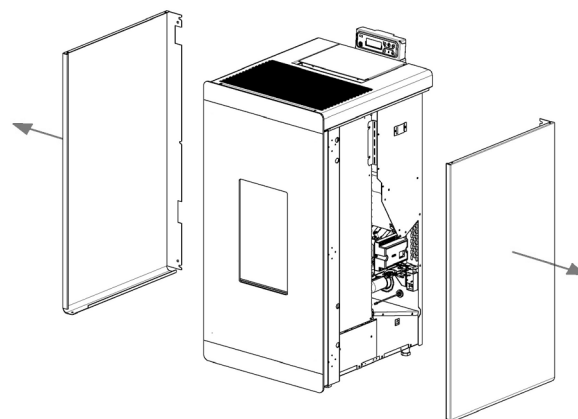

Fig. 71 - Remoção das laterais
- Remover as laterais (ver **Fig. 71**).